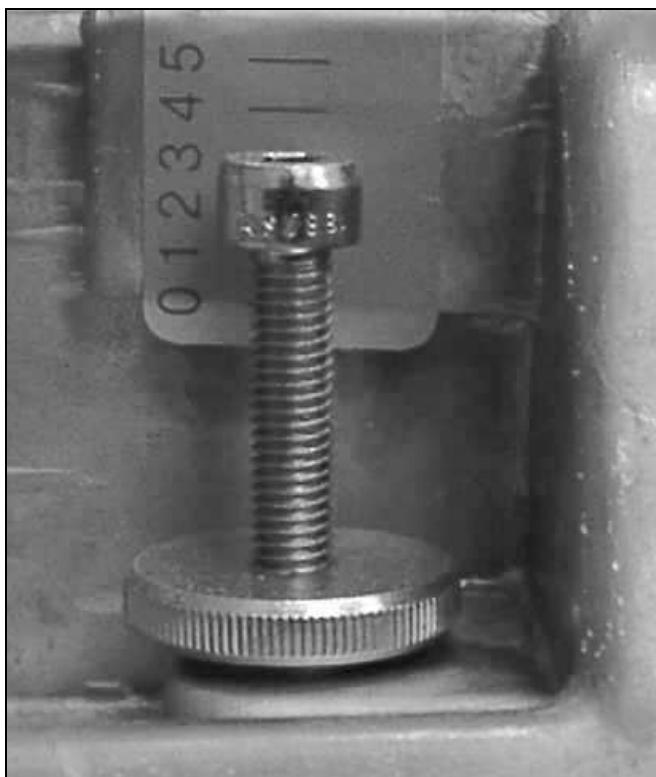

Рис. 6: Настройка воздушной заслонки
b) Настройка воздушной заслонки. Настройка производится при помощи регулировочного винта (см. Рис. 6). Кант головки винта на уровне «0»-означает «min». Воздушную заслонку регулировать до тех пор пока уровень CO₂ не достигнет максимального значения, а уровень CO-значения менее 0,1%. При настройке следует иметь ввиду, что при избыточном количестве воздуха количество не полностью горевшего газа (CO-Wert) возрастёт.